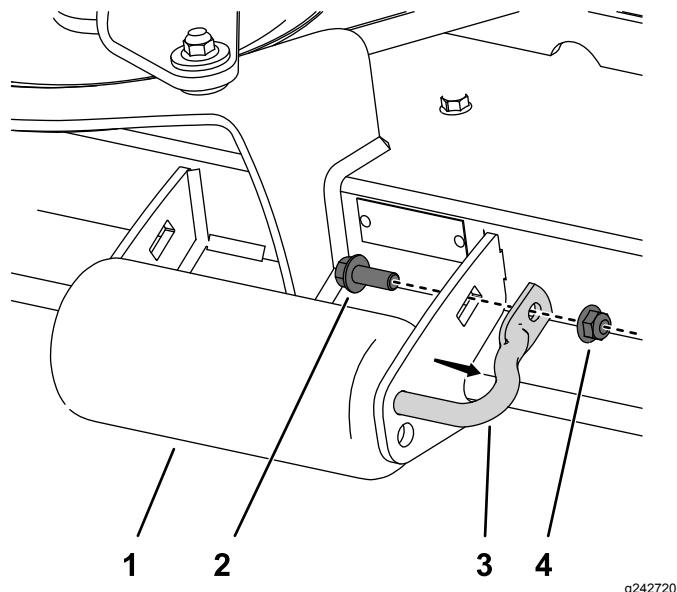

Figura 15
1. Remova as ferragens dos eixos dos rolos (Figura 15).